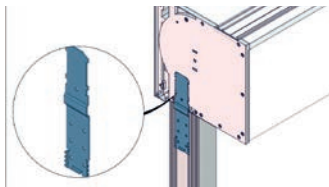
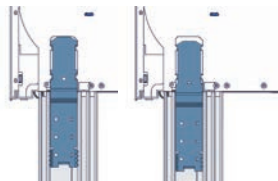
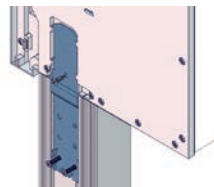

Bild 13
Bild 14
Bild 15
Schritt 3: Positionieren Sie die Befestigungsstiele um den Kasten seitlich zu fixieren (Bild 13). Schieben Sie die Befestigungsstiele nach unten bis diese am Kopfstück einrasten (Bild 14). Fixieren Sie die Befestigungsstiele mit Schrauben am Blendrahmen (Bild 15).